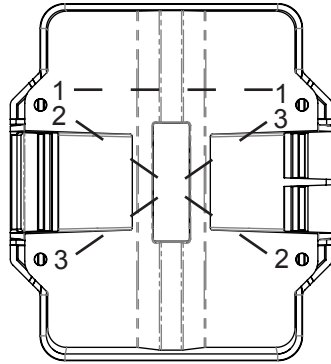

Figura 2 - Configuración de la fijación
3. Utilice de 2 a 4 tornillos M3.5 (o #6) para fijar la unidad a la superficie deseada. Si se utilizan sólo 2 fijaciones, instélaslas según los siguientes pares (1,1), (2,2) o (3,3). (Vea la Figura 2 para las configuraciones de los sujetadores).